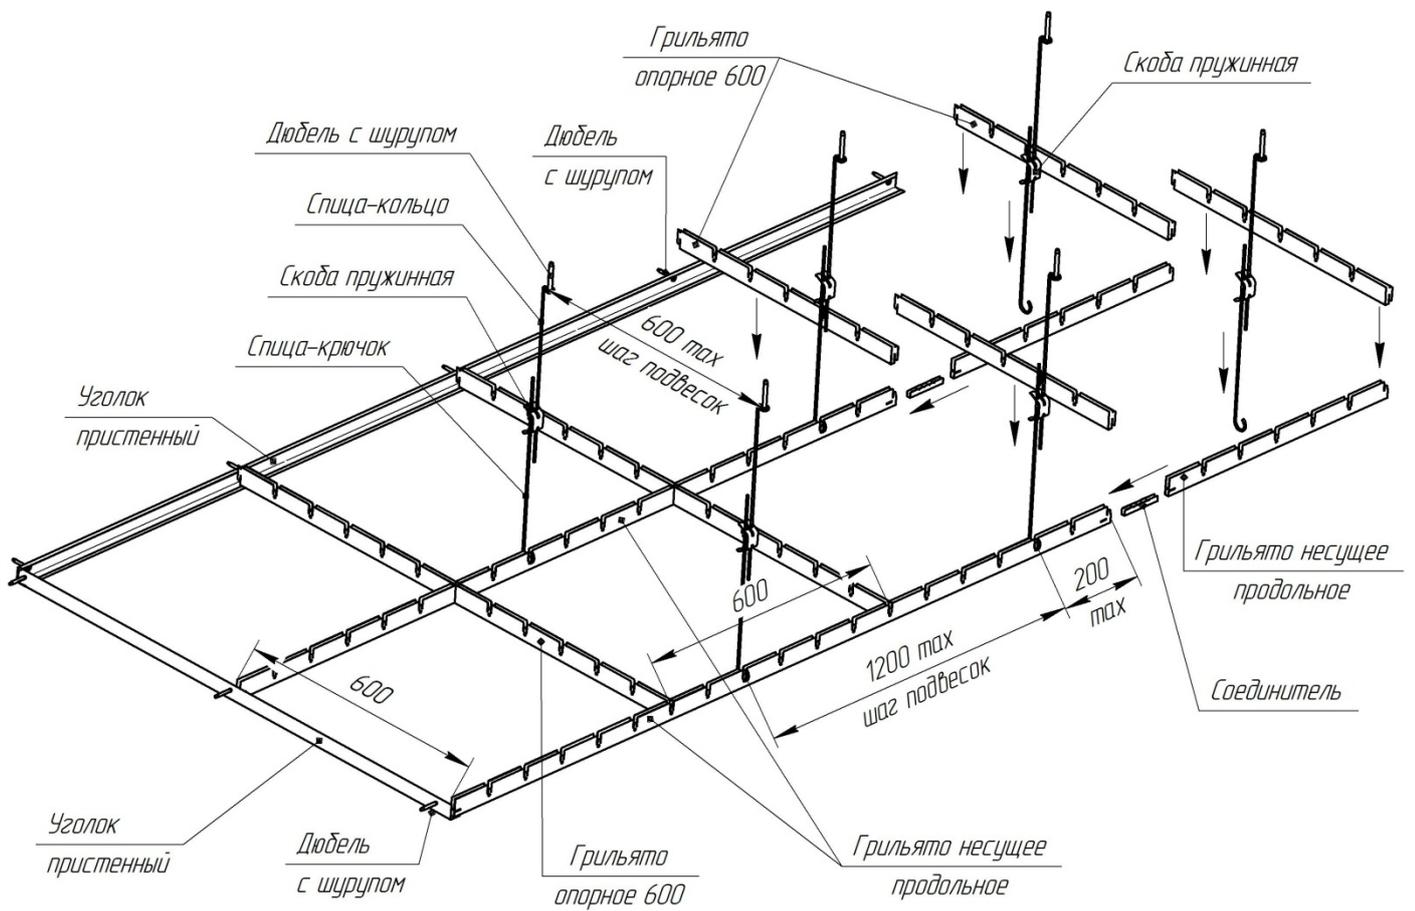
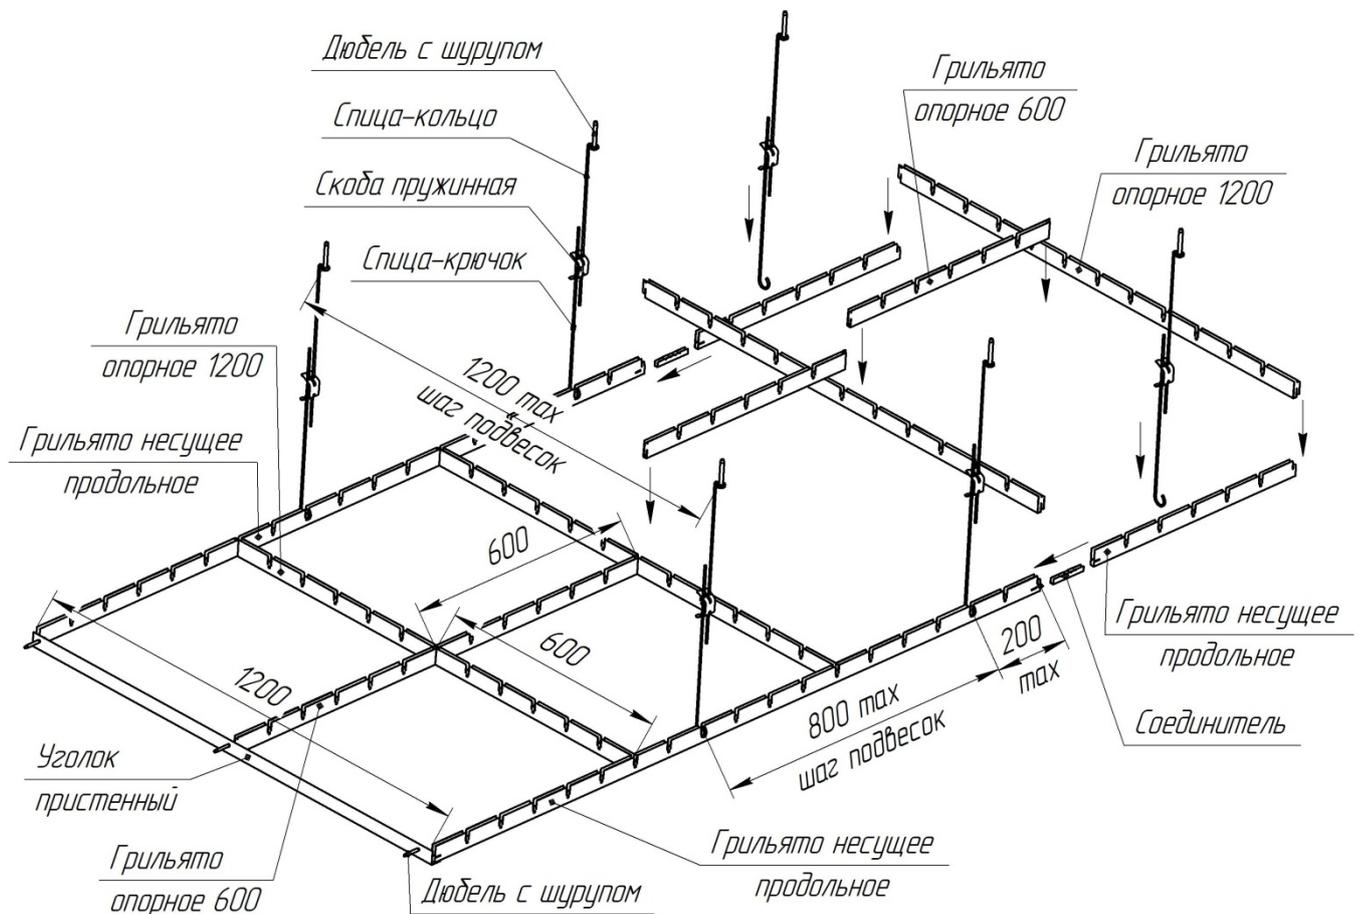

Рис. 5 Сборка каркаса на основании продольных несущих профилей с шагом 600мм.
Рис.6 Сборка каркаса на основании продольных несущих профилей с шагом 1200мм.
2. Разметить на потолке осевые линии, совпадающие с направлением профилей **несущих** продольных (т.е. размечаем проекции профилей **несущих** продольных). Шаг осевых линий равен шагу профилей **несущих** продольных – либо 0,6м при монтаже согласно рис.5, либо 1,2м при монтаже согласно рис.6.
3. Разметить на осевых линиях и кернить центра отверстий под дюбеля для закрепления подвесок потолка. Шаг центров отверстий под дюбеля выдержать в зависимости от схемы монтажа профилей грильято **несущих** продольных согласно рис.5 или рис.6. При этом обеспечить не менее двух **подвесок** на один профиль **несущий** продольный и расстояние от подвески до торца профиля **несущего** не более 200мм (в том числе и до стыка через соединитель). В случае базирования торца профиля **несущего** на полку уголка пристенного выдержать расстояние от стены до подвески не более 1200мм при шаге профилей **несущих** 600мм и не более 800мм при шаге профилей **несущих** 1200мм. Дополнительно добавить отверстия под дюбеля подвесок в местах крепления светильников (по 2шт. по бокам на каждый светильник), при этом светильник должен быть закреплен к потолку на собственных подвесках.
7. Установить на спицы-крючки скобы пружинные (см. рис.4). Собрать с профилями **несущими** спицы-крючки с требуемым шагом. Произвести монтаж профилей **несущих** продольных на уголках пристенных и подвесках, выверить на горизонтальность и закрепить скобами пружинными (см. рис.5 и 6). Стыковку профилей **несущих** продольных произвести через **соединитель** (см. рис.5 и 6).
8. Собрать с профилями **несущими** продольными **грильято опорное 600** поперечное (см. рис.5) или сначала **грильято опорное 1200** поперечное, затем **грильято опорное 600** продольное (см. рис.6) с образованием несущего каркаса с ячейками под кассеты «Грильято».